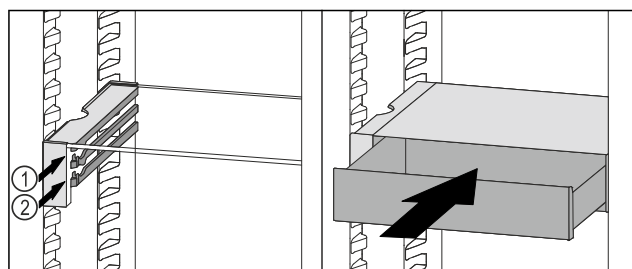

Fig. 119
- ▶ Placer le tiroir VarioSafe derrière les butées sur la nervure désirée Fig. 119 (1) ou Fig. 119 (2).